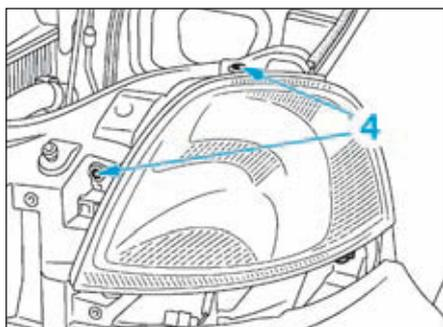

FIG.67
- Déposer les deux vis de fixation (4) (Fig.67) du projecteur avant.